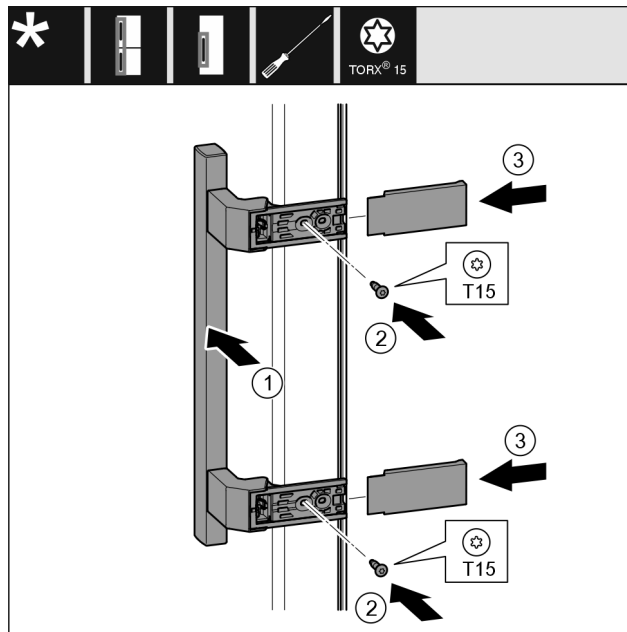

Fig. 55
- Aplicați mânerul Fig. 55 (1) pe partea opusă.
- Înșurubați ferm șuruburile Fig. 55 (2) cu șurubelnița.
- Aplicați și împingeți capacele Fig. 55 (3) laterale.